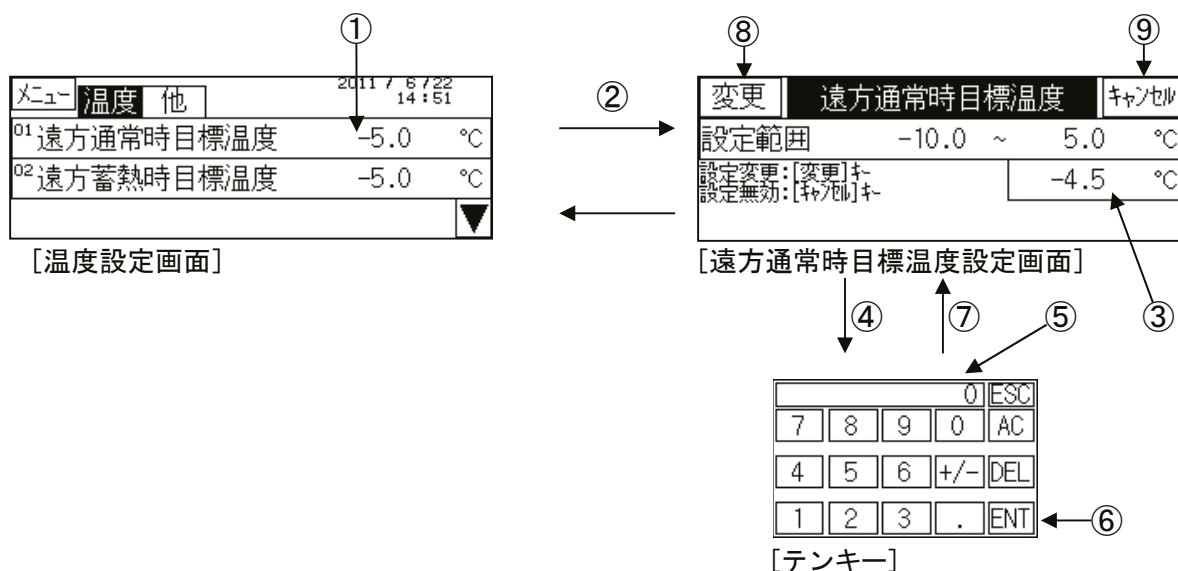

図 5-4 温度設定要領
(3) 設定変更方法 (図 5-4)
- ① 温度設定画面中の設定変更したい項目を押します。
- ② 詳細設定画面に切替ります。
- ③ 画面右下の設定数値を押します。
- ④ 画面左半面に「テンキー」が現れます。
- ⑤ 「テンキー」にて希望の数値を設定範囲内で入力します。
- ⑥ 「テンキー」の **ENTER** を押します。
- ⑦ 「テンキー」が消えて元の画面に戻ります。
- ⑧ 画面左上の **変更** を押し、設定内容を確定します。
- ⑨ 設定を取消す場合は画面右上の **キャンセル** を押すと、温度設定画面に戻ります。
- ⑩ 他に変更(設定)したい項目がある場合は、①～⑧の操作を繰り返して設定して下さい。